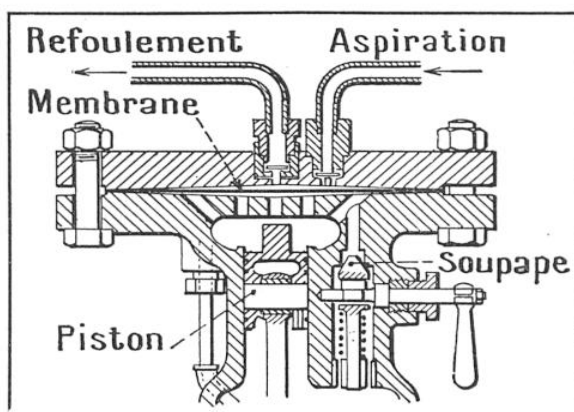

FIG. 10. — COMPRESSEUR A MEMBRANE
**Compresseur à membrane.** — Une membrane métallique *C* (fig. 10), emprisonnée entre deux plateaux *a* et *b*, évasés en cône, peut, sous l'action d'un piston à huile *h*, venir alternativement épouser le cône de *a* et le cône de *b*, aspirant ainsi les gaz par la soupape *e* et les comprimant par la soupape *f*. Ce mouvement est celui du compresseur à piston. Cet appareil supprime beaucoup de mécanisme ; il peut comprimer les